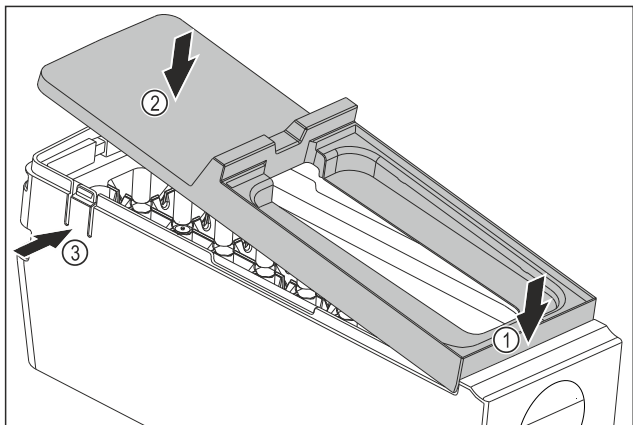

Fig. 133
- ▶ Montering af EasyTwist-Ice-legemets afdækning: Påsæt afdækningen foran. Fig. 133 (1)
- ▶ Sænk afdækningen bagtil. Fig. 133 (2)
- ▷ Afdækningen går hørbart i indgreb i begge lasker Fig. 133 (3).